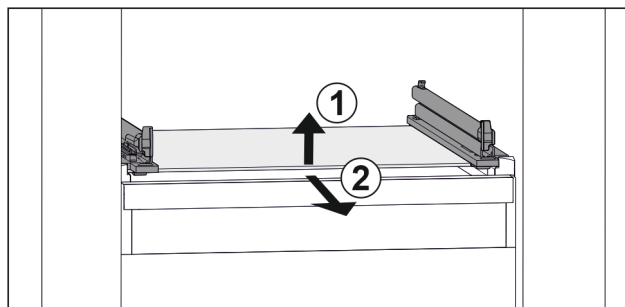

Fig. 82 Eksempel på fremstilling av glassplaten
- Løft opp glassplaten foran. Fig. 82 (1)
- Ta ut glassplaten fremover. Fig. 82 (2)